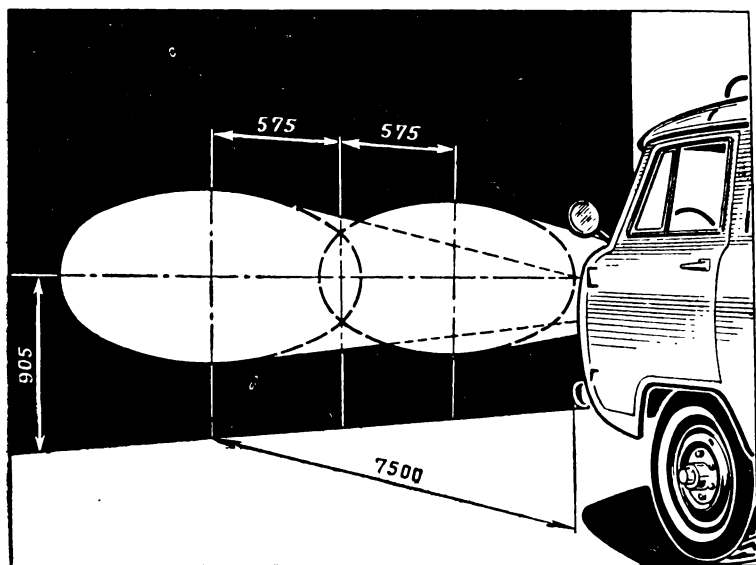

Рис. 59. Разметка экрана для регулировки фар на «дальний свет»
3. Включить «дальний свет» и, закрыв одну из фар, установить другую винтами регулировки (сверху и сбоку фары, под ободком) так, чтобы центр светового пятна на экране расположился на высоте 905 мм от пола и на 575 мм от продольной оси автомобиля (рис. 59).